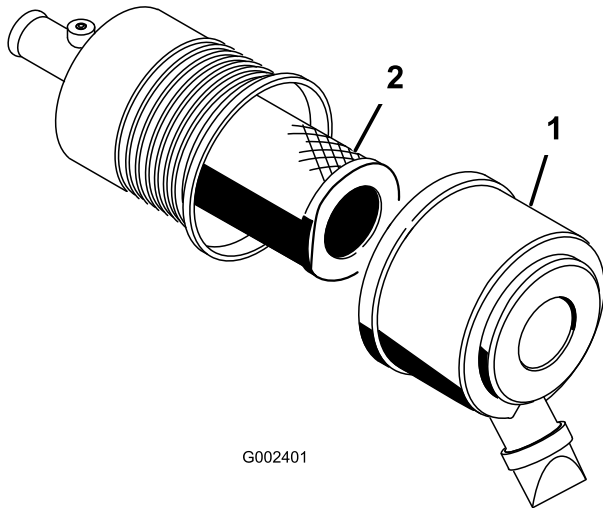

図 43
1. エアクリーナのラッチを外し、ボディーからカバーを抜き出す [図 43]。
3. エアクリーナのボディーから、フィルタをしっかりと引き出す (図 43)。
5. フィルタをゆっくり押し込むようにしてボディチューブに取り付ける [図 43]。
6. 上下方向を間違えないように、エアクリーナカバーを正しく取り付け、ラッチを掛ける [図 43]。